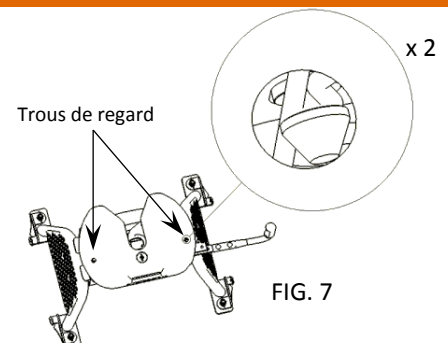

FIG. 7
2. Inspecter visuellement par les trous de regard sur le dessus de l'unité de tête pour s'assurer les goupilles bêta sont verrouillées correctement, comme illustré à la figure 7.